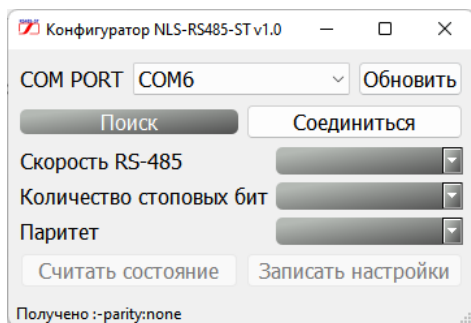

Рис. 12. Вид главного окна при успешном соединении
- 5) В случае успешного открытия соединения главное окно будет иметь вид представленный на рис. 12. В автоматическом режиме начнется опрос модуля.